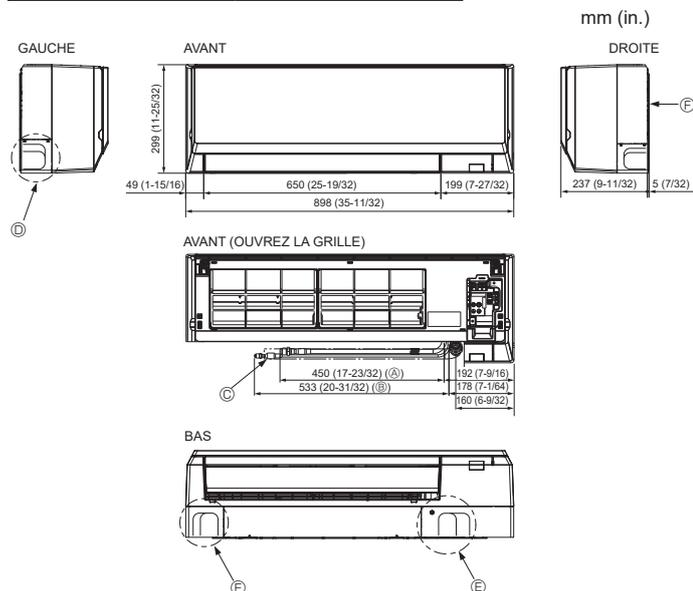

Fig. 4-3
4.3. Mise en place des tuyaux de réfrigérant et d'écoulement (Fig. 4-3)
- Ⓖ Planche d'installation ①